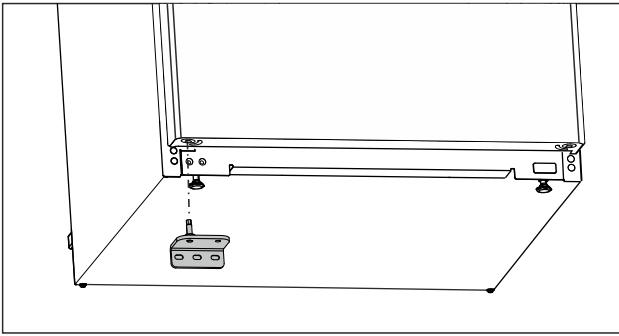

Fig. 21
- Установите нижний опорный кронштейн на противоположной стороне. (см. Fig. 21)